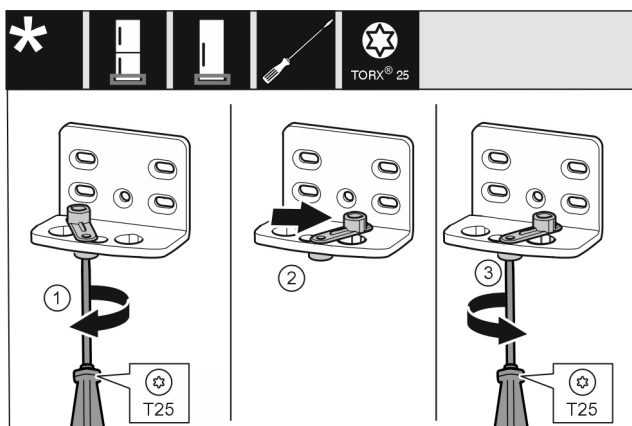

Fig. 16
- ▶ Skruva in skruven lite löst med skruvmejsel T25. Fig. 16 (1)
- ▶ Lyft på dörrestängningsautomatiken och vrid den 90° åt höger i hålet. Fig. 16 (2)
- ▶ Dra åt skruven med skruvmejsel T25. Fig. 16 (3)